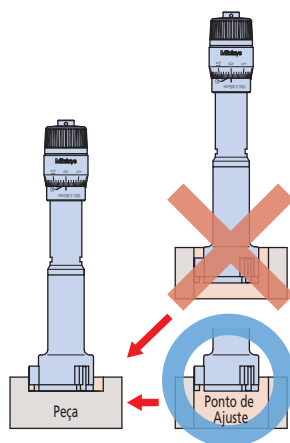

Fig. 1
4. Se a medição for executada usando apenas a parte inferior da ponta, certifique-se de definir o ponto zero nas mesmas condições de posição. **(Fig. 1)**